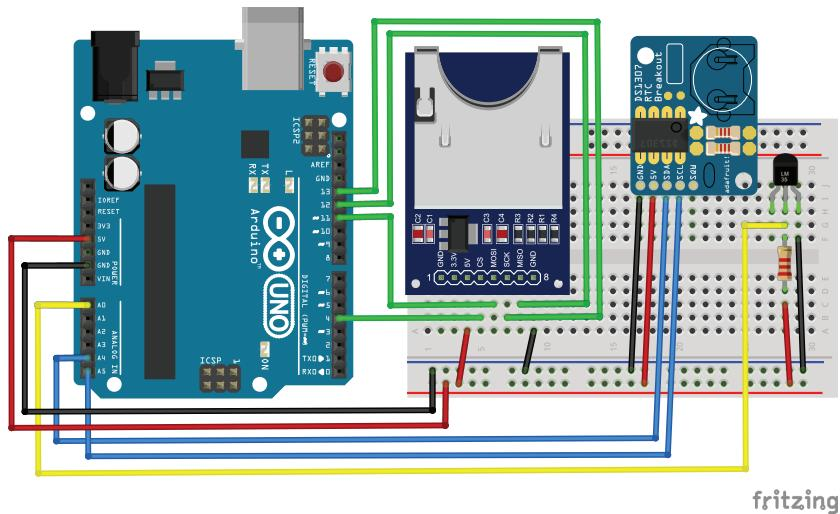

Рис. 27.1. Схема подключения модулей SD-card и DS1307 к Arduino
Если вашим Arduino-проектам не хватает памяти, а объем энергозависимой памяти EEPROM в платах Arduino совсем небольшой, можно использовать внешние носители. Один из самых простых по подключению к платам Arduino – это SD-карта. Можно подсоединиться к SD-карте напрямую, а можно использовать модули. Подсоединим модуль SD-card к плате Arduino и напишем пример сохранения на SD-карте данных аналогового датчика температуры LM335. Для анализа данных температуры потребуется знать и время измерения данных, поэтому будем использовать и модуль часов реального времени RTC. Соберем схему, показанную на рис. 27.1.
1. Подключаем модули SD card, DS1307 и датчик температуры LM335 к плате Arduino по схеме на рис. 27.1.